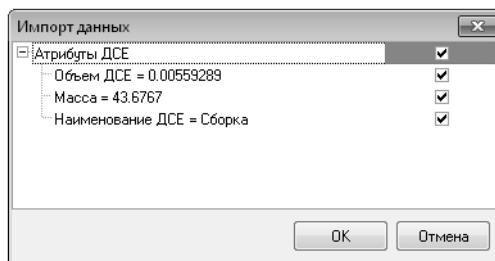

Рис. 11.3.
4. На вкладке **3D-модель** нажмите кнопку **Получить данные с документа** и, в открывшемся окне (рис. 11.3), нажмите кнопку **ОК**.